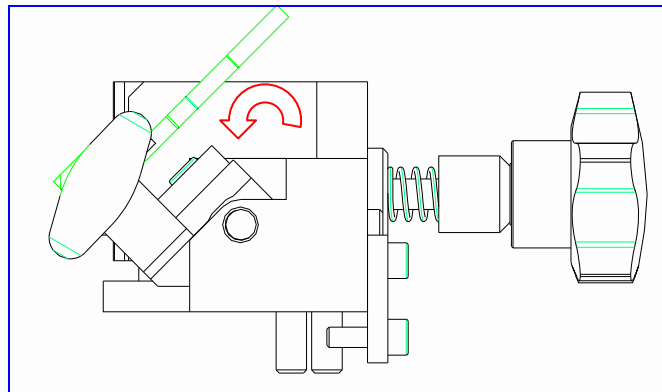
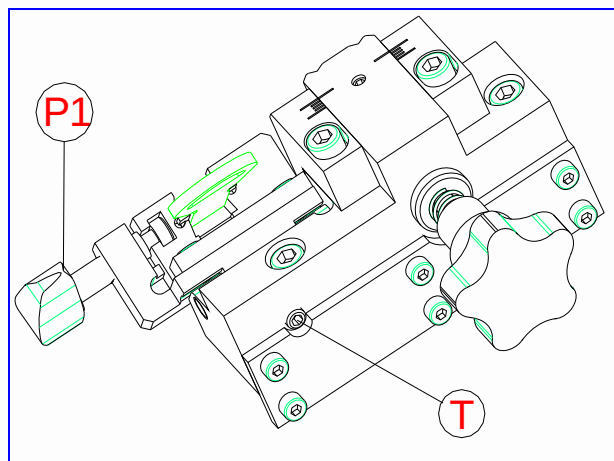
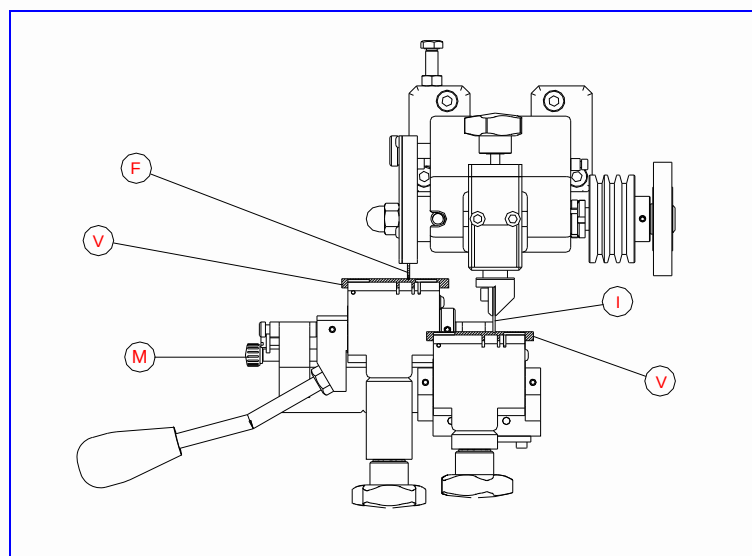
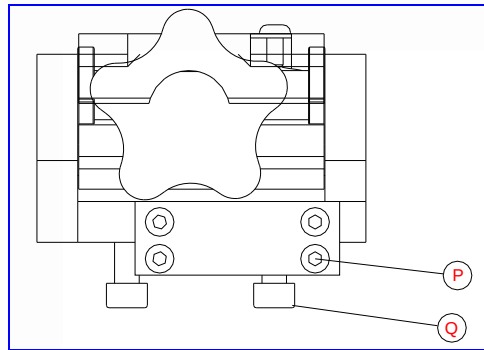

Fig.5
Fig.6
Fig.9
Fig.10
- Soltar los pomos (15) y alinear la segunda posición del carro (R2) con la referencia (S).
- Aflojar el prisionero (T), girar la mordaza 45° como se ve en la Fig.5.
- Después fijar la mordaza en esa posición girando el prisionero (T) de tal forma que la mordaza queda bloqueada.
- Introducir las llaves en las mordazas, teniendo cuidado en que la llave vaya hasta el fondo de la ranura. Una vez introducido la llave amarrar las llaves girando el pomo (P1). Ver Fig.6.
- Poner la máquina en marcha y sosteniendo el carro por medio de la palanca, acercar las llaves hacia el índice copiador (I) y la fresa (F).
- Recomendamos que se ha de trabajar pausadamente, sin forzar la fresa. El duplicado se consigue moviendo la mordaza con movimientos verticales, para ello se debe sacar la varilla (Q) y con la palanca (P) mover la mordaza verticalmente. Ver Fig.10
- Colocar las dos piezas de reglaje (V) en la mordaza, tal y como se indica en la Fig 9. Avanzar la varilla (M) para que la mordaza se quede en su posición correcta de reglaje.
- Acercar las mordazas hacia el índice copiador (I) y la fresa (F), de forma que las piezas de reglaje se ajusten sobre el índice copiador y la fresa.
- Aflojar los dos tornillos (P) y (Q) de la mordaza que estás reglando (la mordaza que se ha cambiado) y mediante una pequeña maza de plástico, darle ligeros golpes a la mordaza delante o detrás de forma que la fresa (F) y el índice copiador (I) coincidan con las varillas de reglaje (V). Ver Fig 10.
- La distancia queda perfectamente regulada, coincidiendo el índice copiador y la fresa con las respectivas piezas de reglaje. Seguidamente, apretar los tornillos (Q), y dejar frenado y bloqueado con los tornillos (P), para que a la hora de duplicar no se desajuste la mordaza con los golpes.